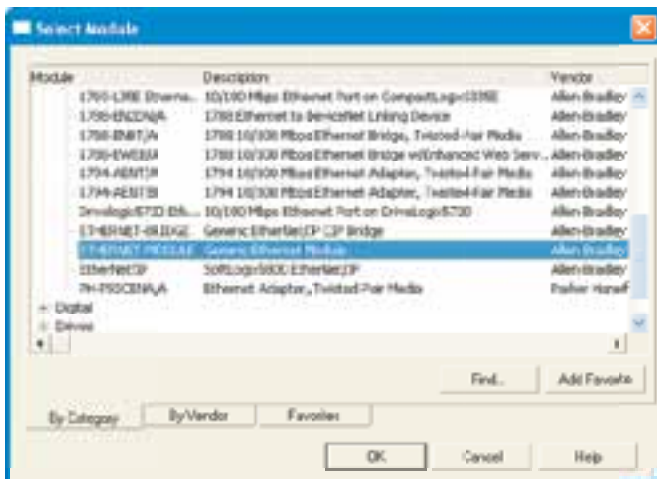

Figure 4.3.21n "Sélection du module EtherNet générique"
3. En utilisant la barre de défilement, si nécessaire, cliquez sur la commande "Module Ethernet générique" (figure 4.3.21n) et cliquez sur "OK" (ou double-cliquez sur la commande sélectionnée).